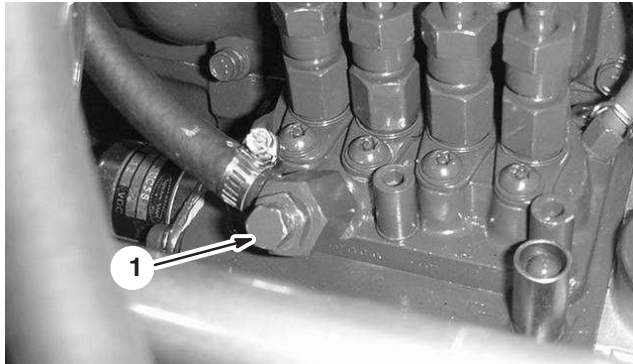

Bild 15
7. Öffnen Sie die Entlüftungsschraube an der Kraftstoffeinspritzpumpe (Bild 15).